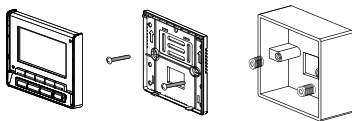

Рис. 3-5
- 6 Крепко прикрепите заднюю панель пульта управления к монтажной коробке, проверив, чтобы панель установилась параллельно стене. Установите на заднюю панель пульт управления (рис. 3-5).